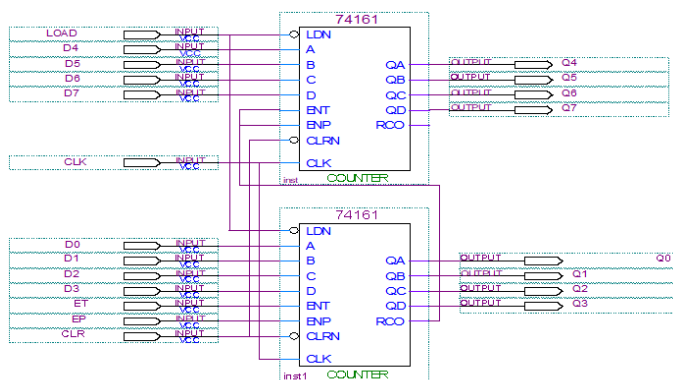

图 13-3 UPC 的设计图
- (1) 微程序计数器  $\mu$  PC 的设计，完成 8 位具有加 1 功能和清除功能的计数器设计并封装，如图 13-3。